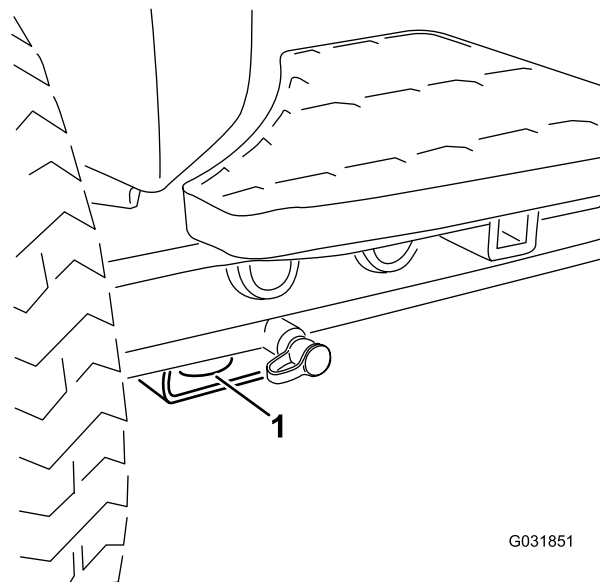

Figura 25
- **Parte anteriore della macchina** – Il foro nel supporto rettangolare, sotto il tubo dell'assale, all'interno delle ruote anteriori (Figura 25).